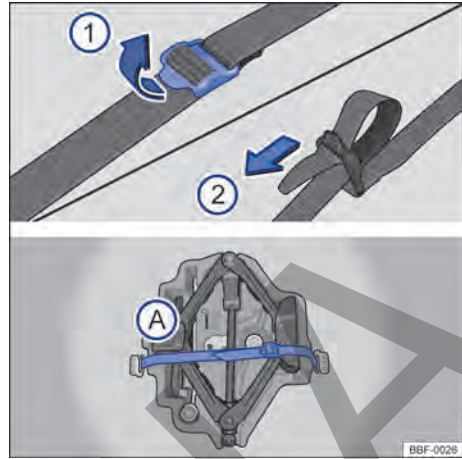

Fig. 154 En el maletero: cinta de fijación de la caja de herramientas y caja de herramientas de a bordo.
Para soltar la cinta de fijación → fig. 154 (A), tirar de la hebilla en el sentido de la flecha ①.